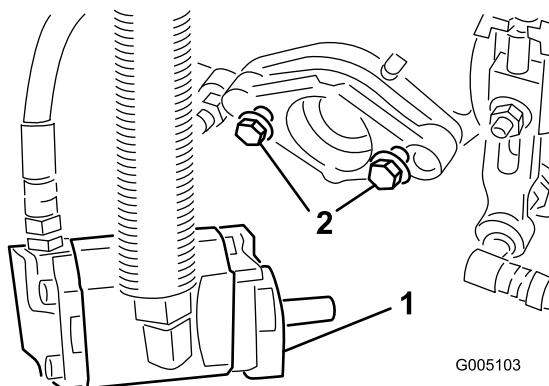

図 14
7. リールモータを固定するための取り付けボルトを各カッティングユニットに装着する。ネジ山が13 mm程度突き出るようにする(図 14)。
11. 取り付けボルトを締め付ける。(図 14)。